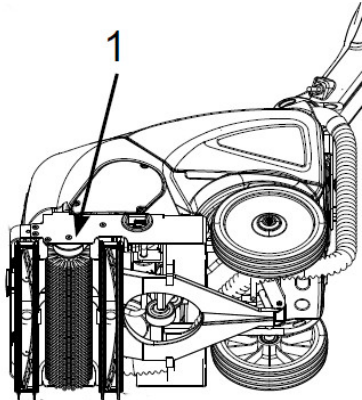

Abb. 26: Einbau der Bürstenwalze
Schritt 3: Setzen Sie die Bürstenwalze (Pos.1, Abb.26) in ihre Aufnahme und drücken Sie sie nach oben bis sie einrastet.